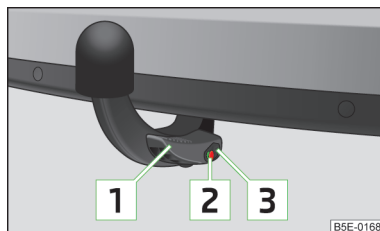

Fig. 102
- > la palanca **1** está totalmente levantada » fig. 102;